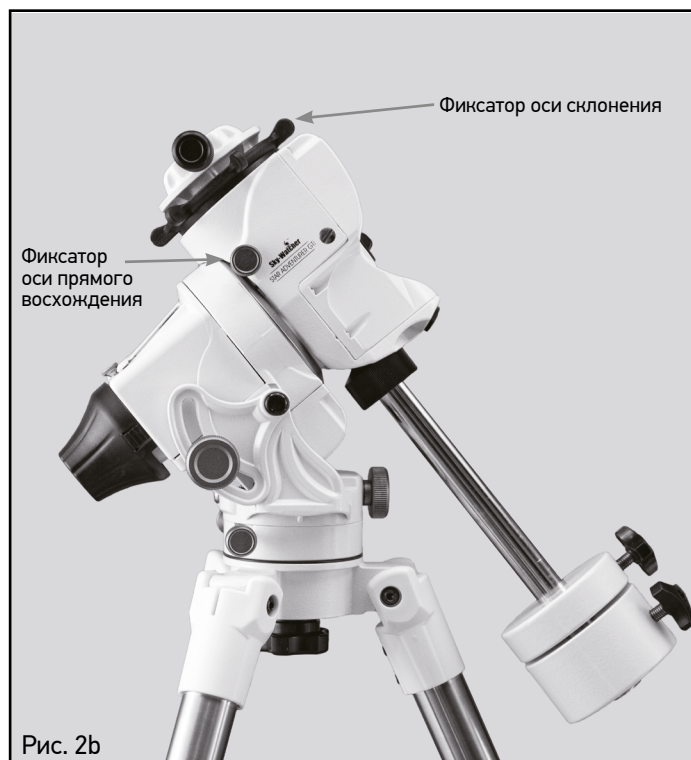

Рис. 2b
**СОВЕТЫ:** Если штанга противовеса параллельна земле, а оптическая система наклонена вперед, значит, спереди находится слишком большой вес. Аналогично, если она наклоняется назад, это означает, что сзади находится слишком большой вес. Переместите оптическую систему таким образом, чтобы она не двигалась в соответствующем положении. Во избежание поломок, прежде чем перемещать оптическую систему, верните монтировку в положение параллельно земле. Закончив балансировку системы, верните монтировку в положение параллельно земле, убедившись, что оптическая система ориентирована слева направо (рис. 2а). Фиксатор оси склонения расположен в верхней части монтировки под креплением. Вращение против часовой стрелки ослабит фиксатор (рис. 2b). Фиксатор оси прямого восхождения расположен сбоку, с правой стороны монтировки (если стоять за монтировкой) (рис. 2b).